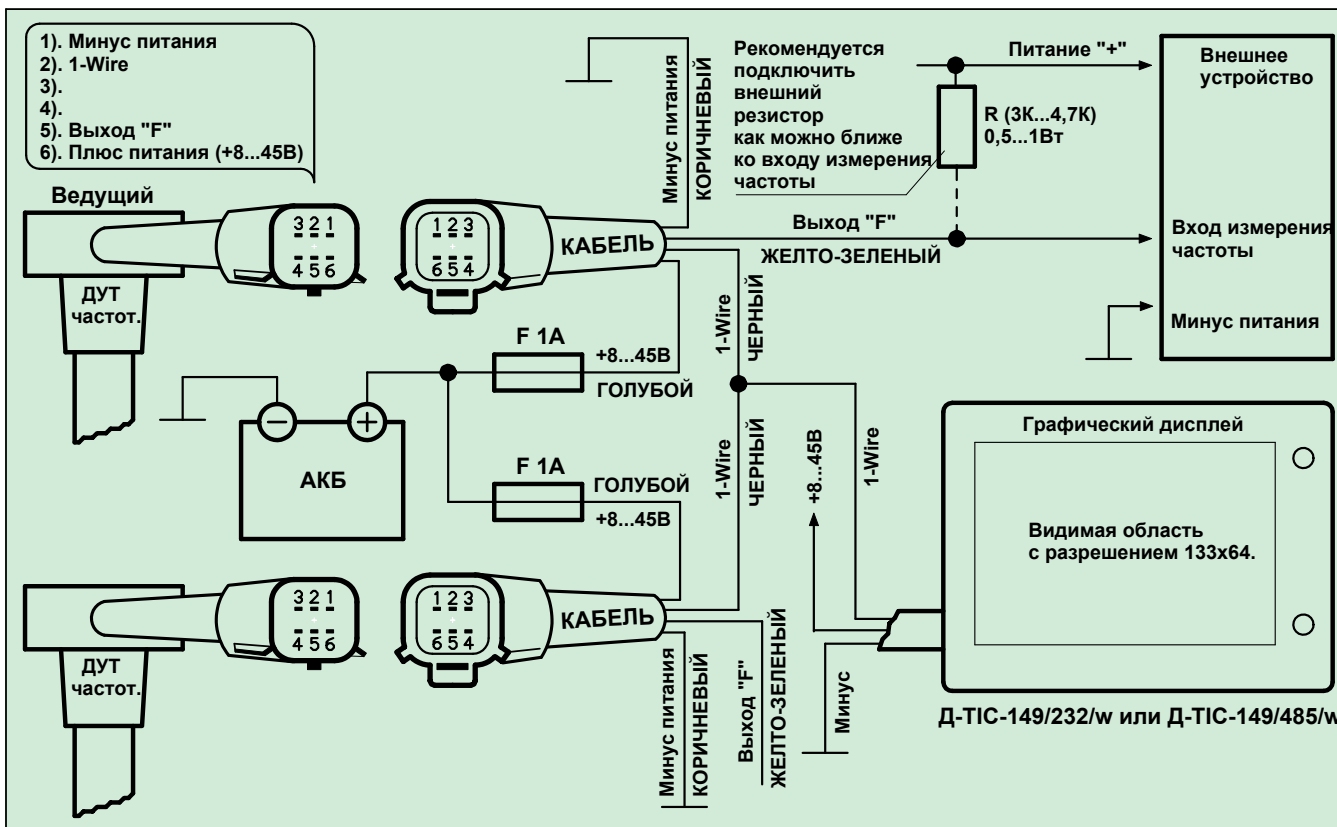

Рис. 14. Типовая схема подключения датчиков Вектор-Тw к внешнему устройству.
7. Подключите датчик к внешнему устройству, к дисплею для отображения объема топлива или к другому датчику согласно одной из схем подключения приведенных на Рис. 14 – 15.